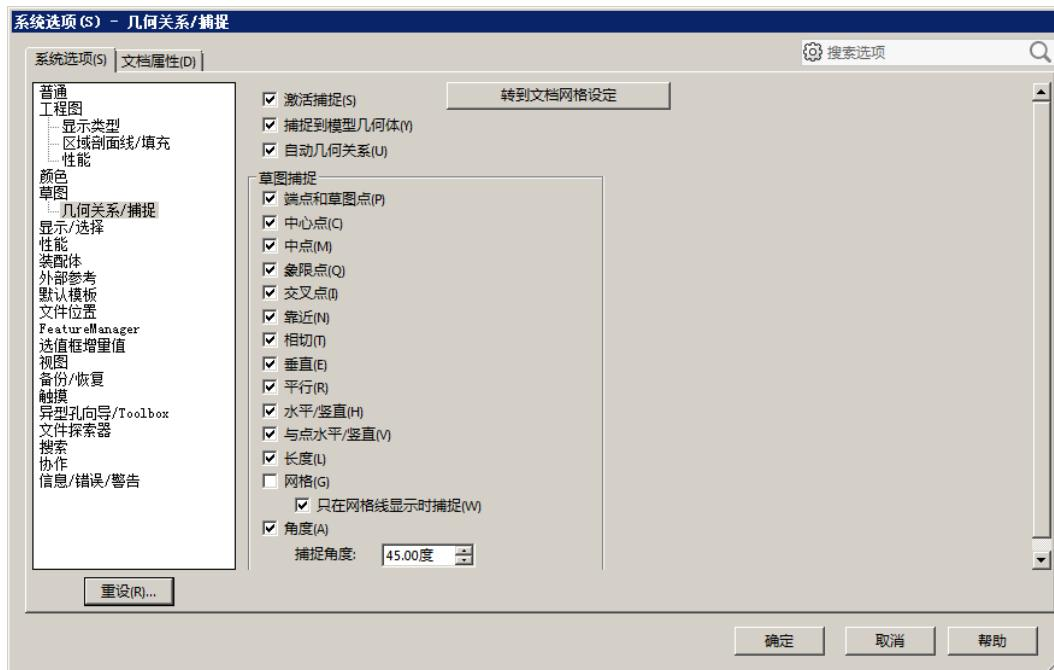

图 4.5.2 “系统选项 (S) - 几何关系/捕捉”对话框
在“系统选项 (S) - 几何关系/捕捉”对话框左侧的列表框中选择**几何关系/捕捉** 选项，可以设置在创建草图过程中是否自动产生约束（图 4.5.2）。只有在这里选中了这些复选框，在绘制草图时，系统才会自动创建几何约束和尺寸约束。